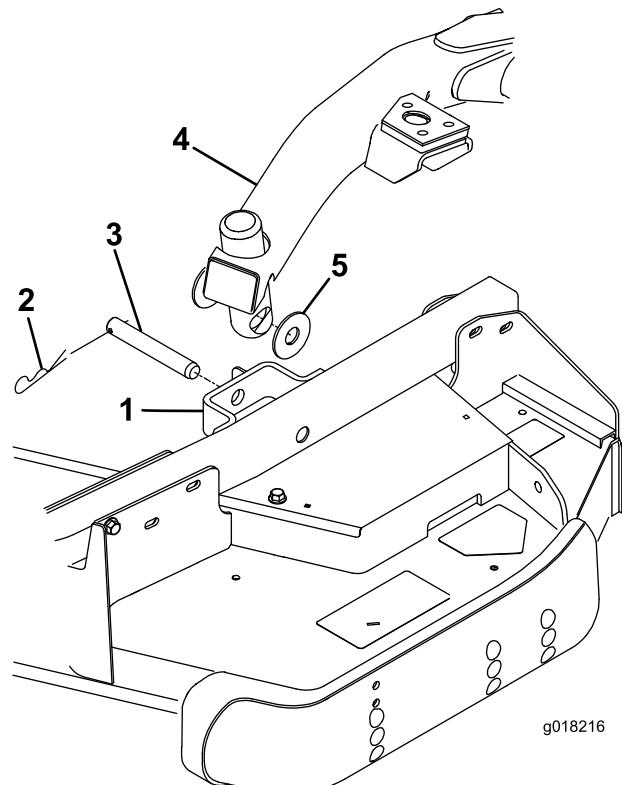

Bild 5
1. Entfernen Sie die zwei Druckscheiben, den Lastösenbolzen und Splint aus der Halterung jedes Laufradarms am Mähwerk (Bild 5).
3. Drücken Sie den Hubhebel nach vorne in die SCHWEBE-Stellung. Drücken Sie einen Hubarm nach unten, bis die Löcher im Hubarm mit den Löchern in der Laufradarm-Halterung ausgefluchtet sind (Bild 5).
4. Befestigen Sie den Hubarm mit den zwei Druckscheiben, einem Lastösenbolzen und einem Splint am Laufradarm. Setzen Sie die Druckscheiben zwischen den Hubarm und die Halterung des Laufradarms (Bild 5) und setzen Sie das Ende des Splints in die Nase des Laufradarms ein, um den Splint zu befestigen.